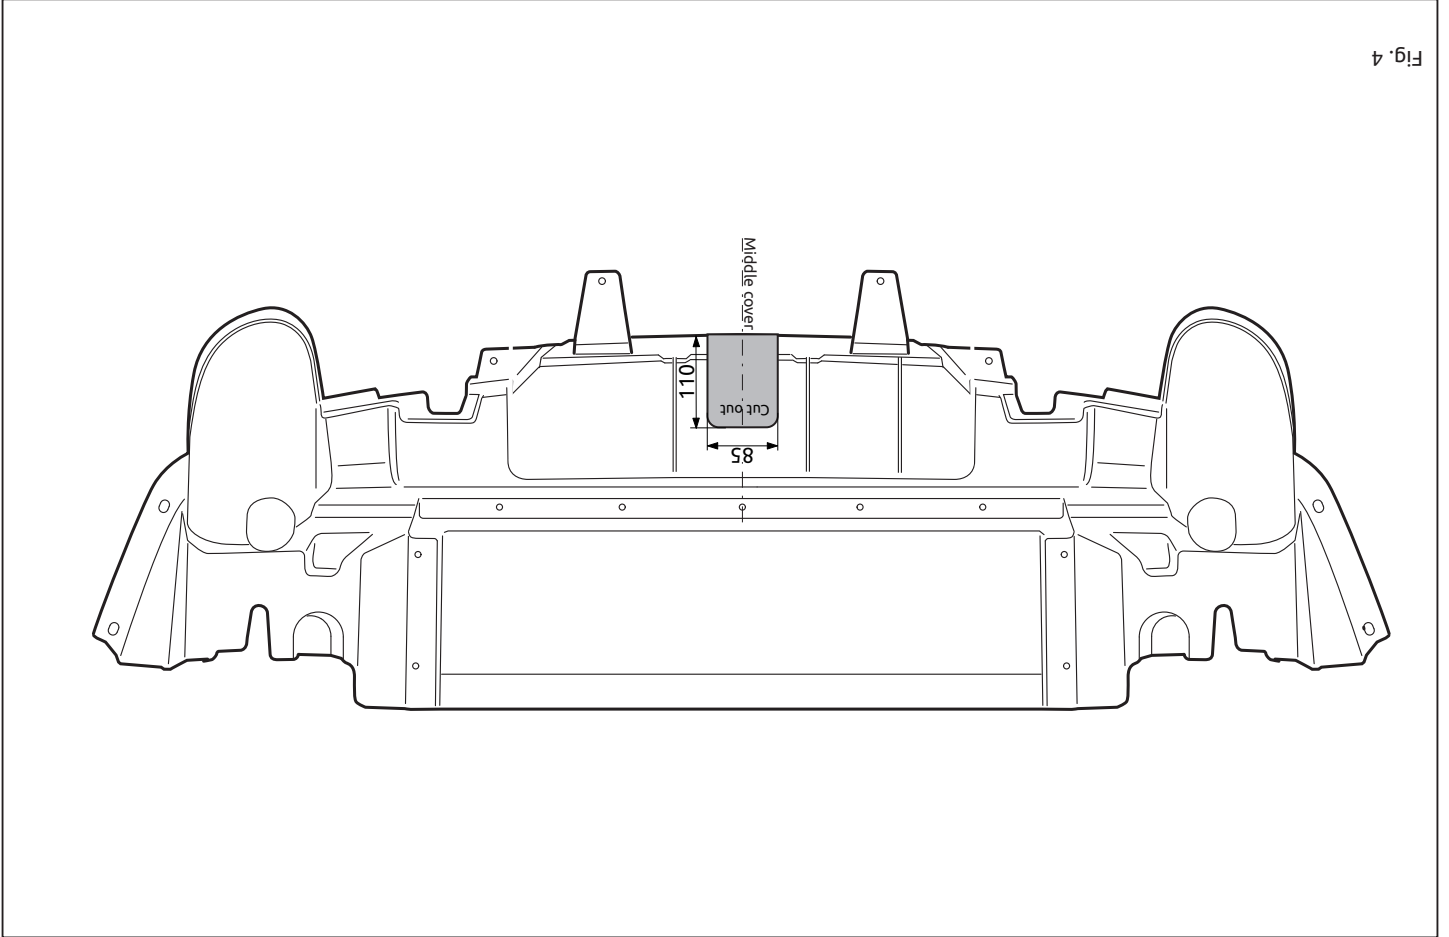

Fig. 4
12. Saw a portion out of the cover plate as shown in figure 4.
12. Gemäß Abb. 4 einen Teil aus der Abdeckplatte heraussägen.